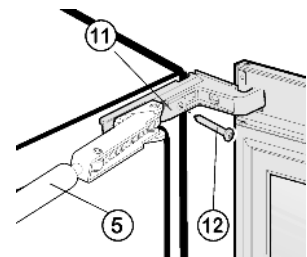

Fig. 7
- ▶ Plier l'amortisseur de fermeture Fig. 7 (5) et le déposer prudemment sur la face de l'appareil.
- ▶ Retirer la vis Fig. 7 (12) centrale du logement de l'amortisseur de fermeture Fig. 7 (11).